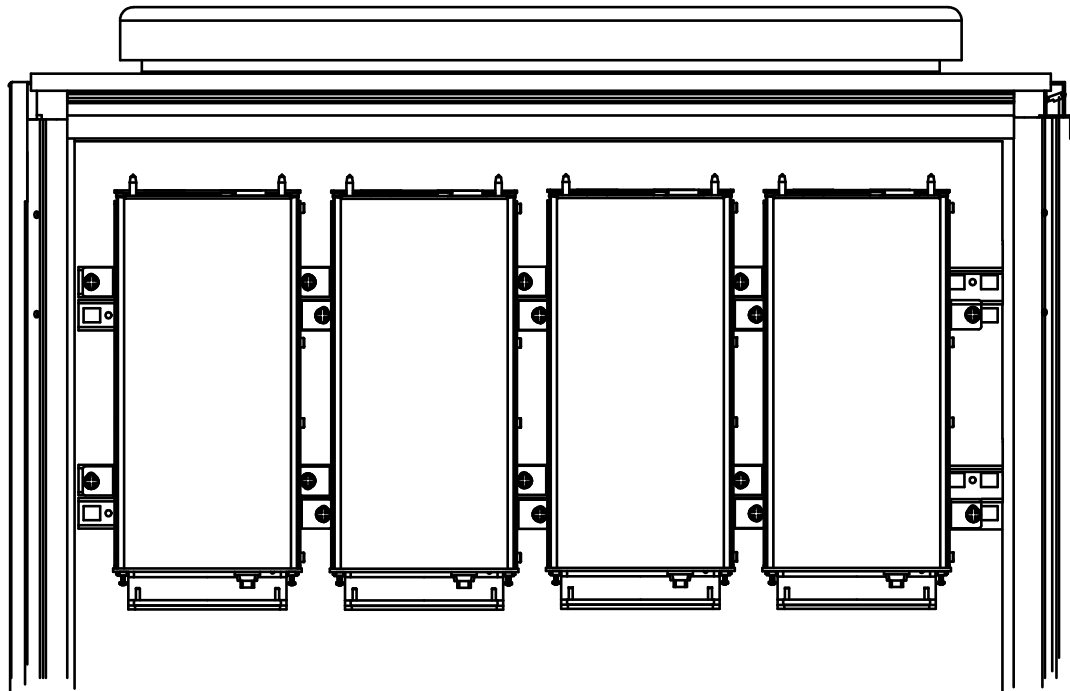

Bild 6: Vertikale Befestigung von vier Netzgeräten im 800 mm breiten Schaltschrank
- Bei vertikaler Befestigung auf den Profilschienen ist es möglich, vier Netzgeräte nebeneinander in einem 800 mm breiten Schaltschrank unterzubringen, siehe Bild 6.